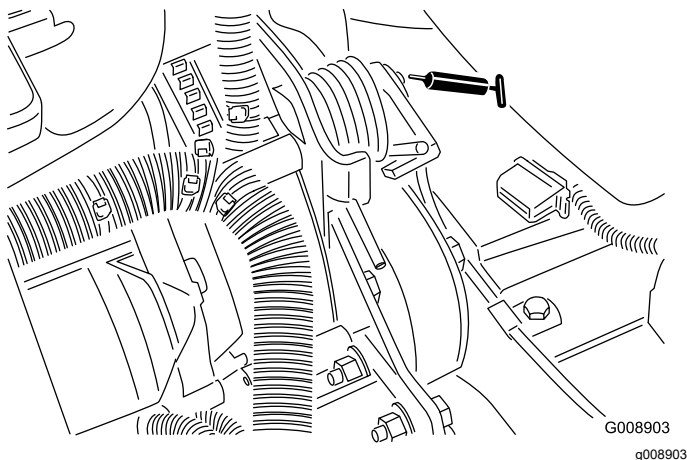

Bild 51
- Riemenspannungsdrehbüchse (Bild 51)